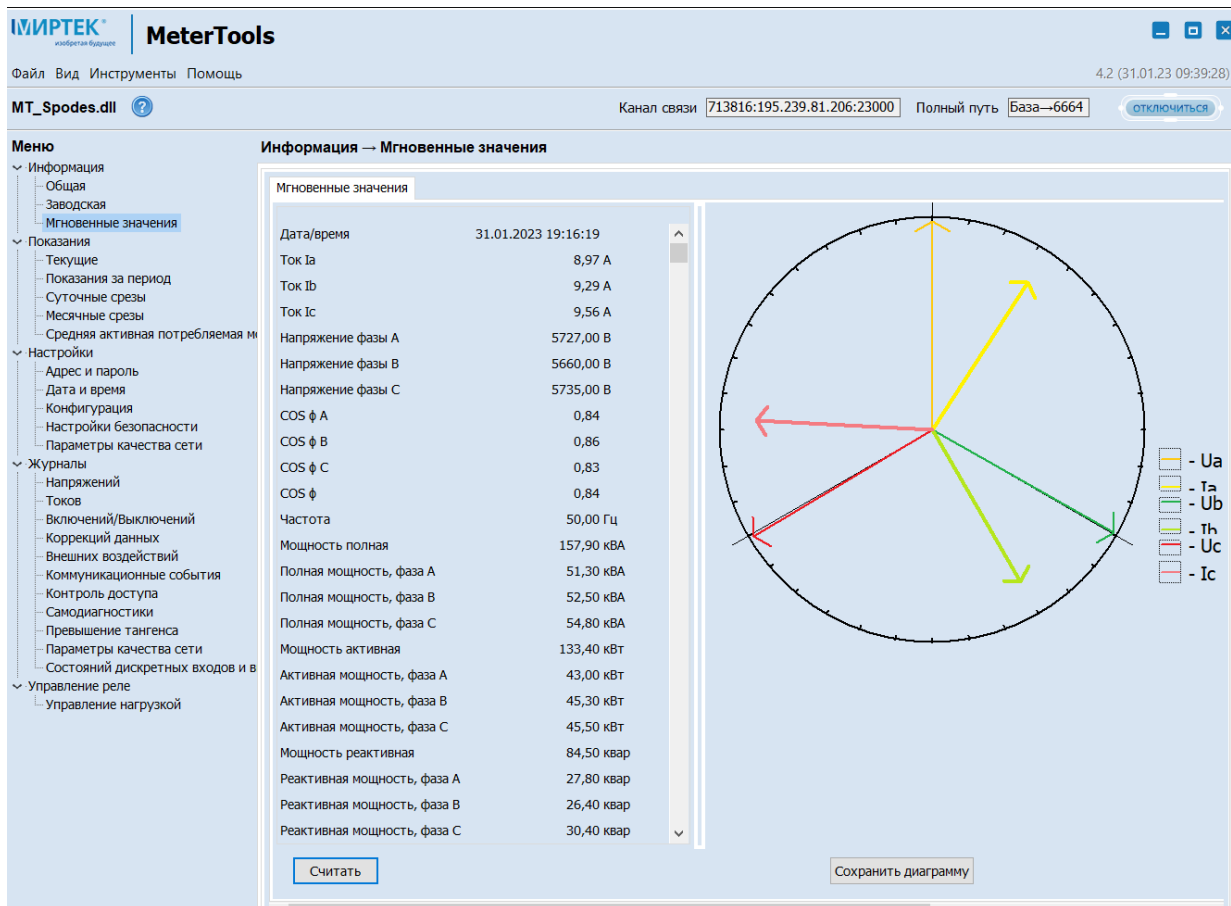

Рисунок 4.1. Считывание данных о мгновенных значениях параметров электросети.
- 4.7 После подключения в меню слева «Информация» выбрать «Мгновенные значения». Программа выведет перечень мгновенных значений величин и построит векторную диаграмму токов и напряжений, рис. 4.1.